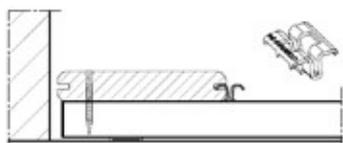

Figure 1
1. Dévisser les clips COBRA® qui fixaient la lame à retourner/remplacer (y compris les clips de jonction avec les lames A et B) et les coulisser dans les rainures des lames A et B (**Figure 1'**)
Figure 1 bis